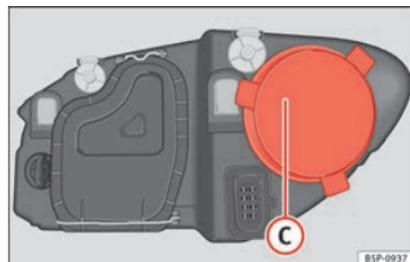

Fig. 180 Luz de carretera.
- Retire la tapa » fig. 180 C tirando de la misma.